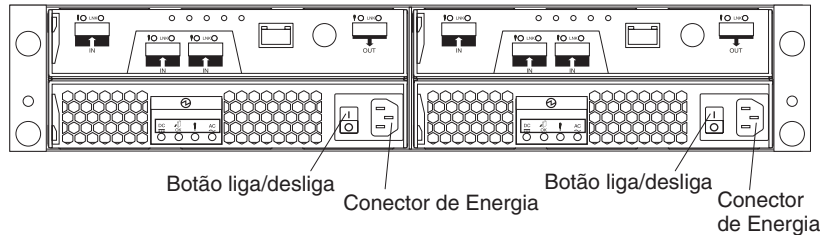

Figura 33. Comutadores e Conectores da Fonte de Alimentação para o DS3200
5. Ligue os dois interruptores ac na parte posterior do subsistema de armazenamento. A Figura 33 mostra os locais dos interruptores ac no DS3200.